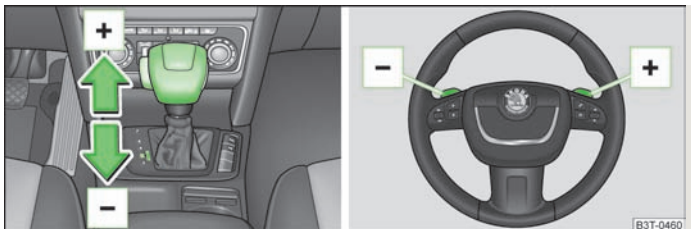

Fig. 127 Levier sélecteur et volant multifonction
- Donnez une impulsion sur le levier sélecteur vers l'avant » fig. 127 .
- Poussez le bouton à bascule de droite  » fig. 127 en direction du volant multifonction.
- Poussez le bouton à bascule de gauche  » fig. 127 en direction du volant multifonction.